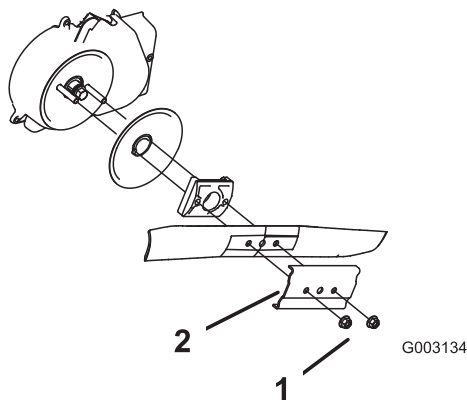

Figure 39
3. Retirez les 2 écrous de la lame et le renfort (Figure 39).
4. Déposez la lame (Figure 39).
5. Posez la nouvelle lame (Figure 39).